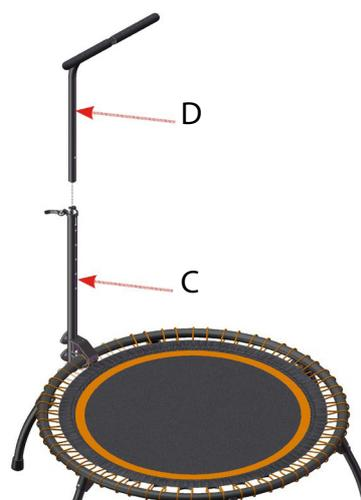

Abb.12
Führen Sie das verstellbare Rohr (D) in das Halterohr (C) ein (siehe Abb. 12).
① **HINWEIS**